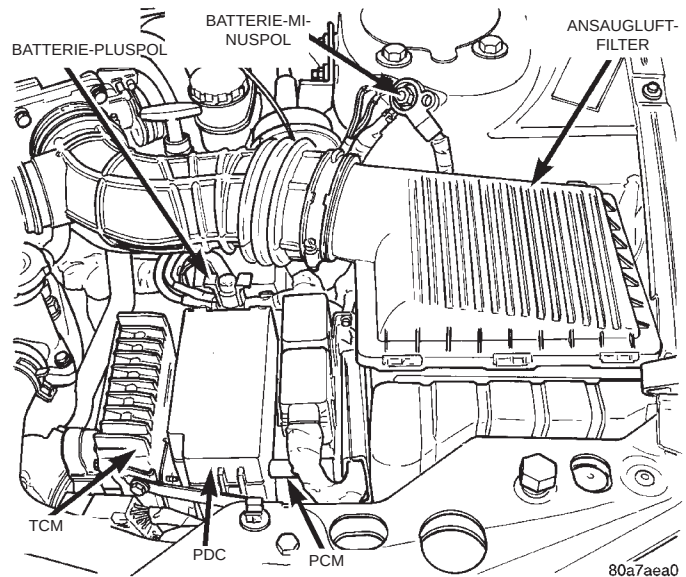

Abb. 33 Externe Batterieanschlüsse und PCM-Steckverbinder
(1) Die externen Anschlüsse der Batterie prüfen. Sicherstellen, daß sie sauber und korrekt befestigt sind. Korrodierte Anschlüsse reinigen bzw. instandsetzen (Abb. 33).
(2) Prüfen, ob die beiden 40-poligen PCM-Steckverbinder korrekt in ihren Aufnahmen im PCM sitzen (Abb. 33).
(3) Die zentrale Stromversorgung (PDC) öffnen und auf durchgebrannte Sicherungen überprüfen. Sicherstellen, daß die Relais und Sicherungen alle korrekt in ihren Steckplätzen in der PDC sitzen (Abb. 33). Ein Aufkleber an der Innenseite der PDC-Abdeckung zeigt die Lage aller Relais und Sicherungen in der zentralen Stromversorgung (PDC).
(4) Die Anschlüsse von Gaszug und Seilzug/Tempomat (je nach Ausstattung) am Drosselklappenhebel überprüfen. Prüfen, ob sich der Gaszug und der Seilzug/Tempomat ohne zu klemmen bewegen lassen.